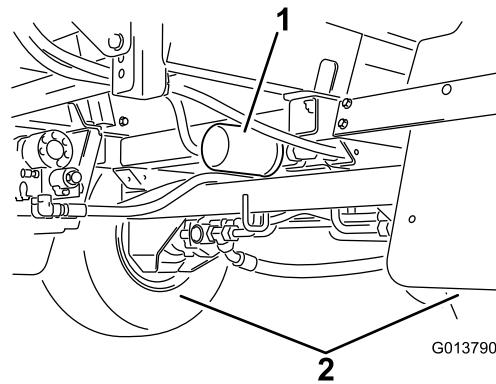

**Bild 96**
2. Ermitteln Sie die zwei Hydraulikfilter an der Maschine (Bild 96 und Bild 97).